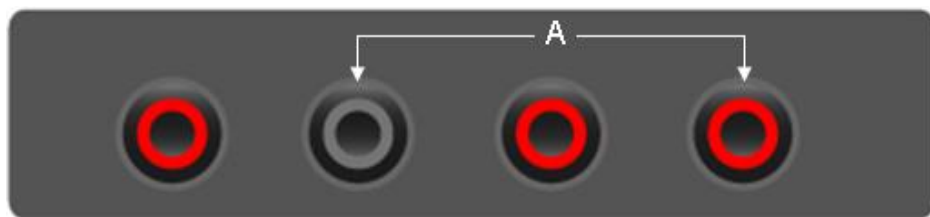

图2-11
- 将黑色表笔插入COM香蕉插口输入端，红色表笔插入10A香蕉插口输入端，如图2-11。